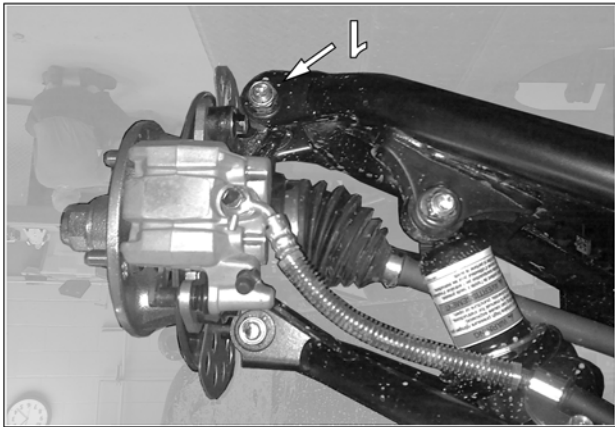

Fig. 6
5. Retirer le boulon (1) qui fixe le bras de suspension inférieur au moyeu de roue. Voir la Fig. 6